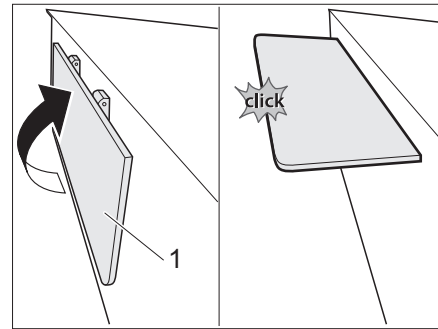

Bild 114 Abstützkante aufstellen
- Abstützkante (Bild 114,1) entriegeln und nach oben schwenken, bis sie einrastet.